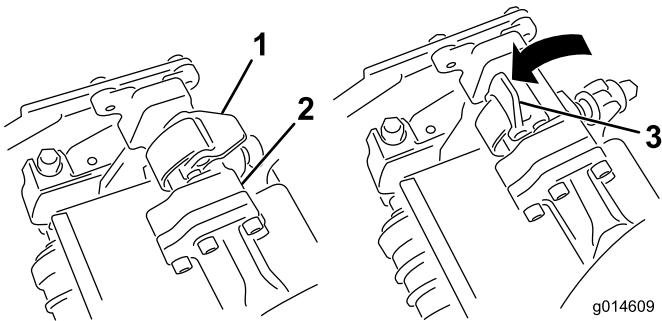

図 33
3. サスペンション・アームのバーについているラッチを上向き（開いた状態）にして（図 33）、サスペンション・アームを押し下げて、バーを、カッティングユニットのバーの上に被せるようにする（図 34）。
4. ラッチを下げて閉じるとカッティングユニットのバーがロックされてユニットがアームにセットされる（図 33）。
4. 取り外したいカッティングユニットのサスペンション・アームのバーについているラッチを開く（図 33）。